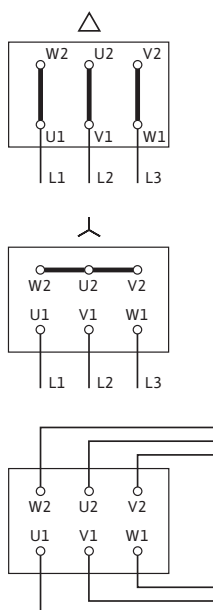

Fig. 8: Pripojenie na sieť
- Pripojenie na sieť vykonané na svorkovnici je závislé od výkonu motora P_2 , od sieťového napätia a druhu zapínania. Potrebný typ zapojenia spájacích mostíkov v svorkovnici je uvedený v nasledujúcej tabuľke a na Fig. 8.